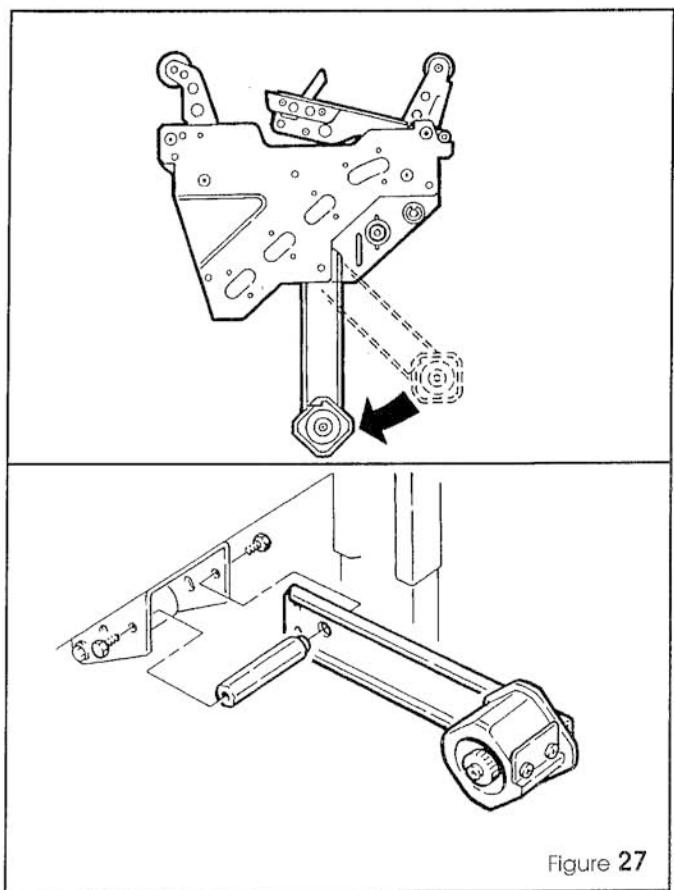

Figure 27
- 4 - Installer et fixer l'unité support du tambour du ruban sur la sortie du cadre inférieur, comme indiqué sur la Figure 27
- 4 - Installeer de steunarm met plakbandafwikkelloop in de uitsparing onder aan het freem en zet het geheel met schroeven vast. Zie Figure 27.